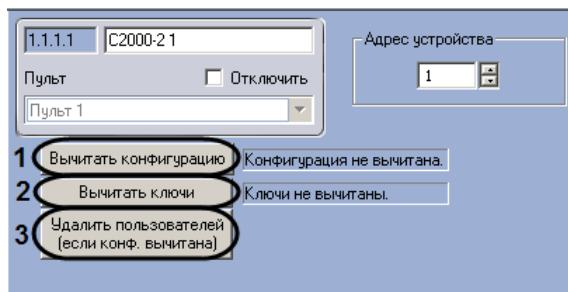

Рис. 3.3—26 Панель настроек объектов C2000-2, C2000-4
2. Нажать кнопку **Вычитать конфигурацию** (см. Рис. 3.3—26, 1).
3. Нажать кнопку **Вычитать ключи** (см. Рис. 3.3—26, 2).